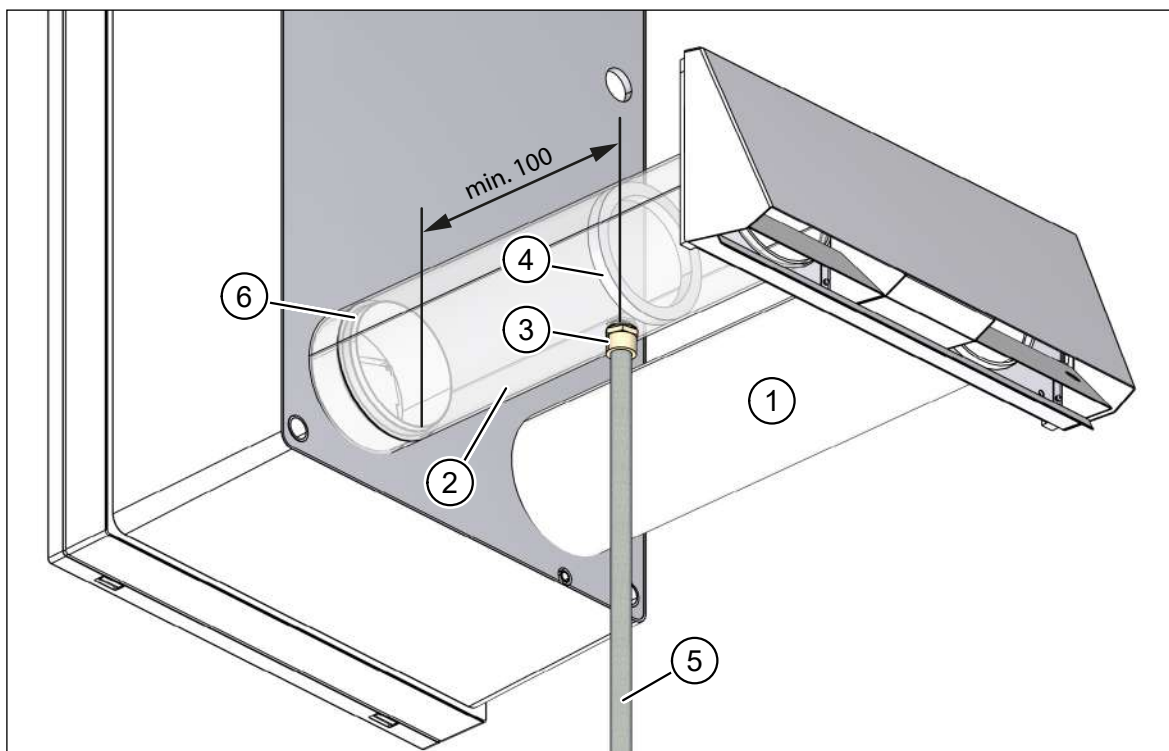

Abb. 20: Kondensatabführung am Fortluftrohr, Maß in Millimeter
- Außenluftrohr, DN 100, 0,5 m (Pos. 1 in Abb. 20)
- Fortluftrohr DN 100, 0,5 m (Pos. 2 in Abb. 20), mit 1/2"-Außengewindeanschluss (Pos. 3 in Abb. 20) und Barriere (Pos. 4 in Abb. 20) zum Rückhalten des Kondensats.
- Schützen Sie das Kondensatableitungsrohr (Pos. 5 in Abb. 20) in kalten Regionen vor Frost, z. B. durch Verlegung hinter der Fassadendämmung.
- Beachten Sie den Mindestabstand von 100 mm zwischen Kondensatableitungsrohr (Pos. 5 in Abb. 20) und Fortluftstutzen (Pos. 6 in Abb. 20).